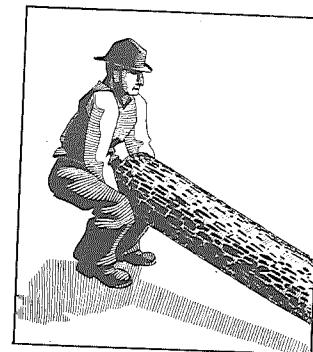

Fig. 89. Riktig måte.
*Tunge løft* skal tas med bøyde knær og og rett rygg. (Fig. 89 og 90.)